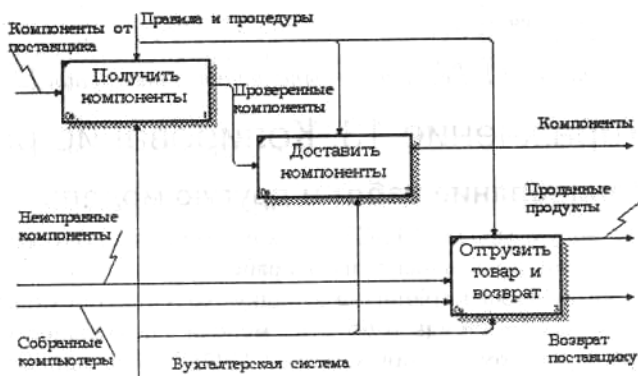

Рис. 9. Результат выполнения упражнения
6. Туннелируйте граничные стрелки (Resolve Border Arrow). Результат выполнения упражнения показан на рис. 9.